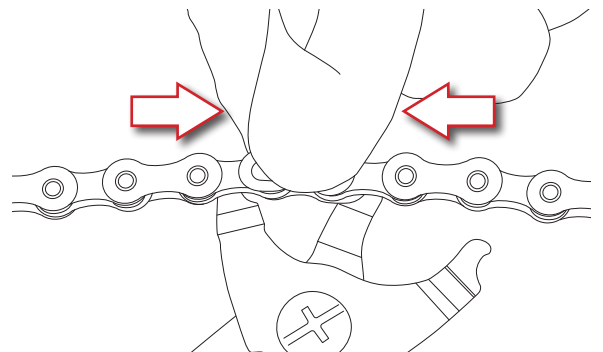

Fig.13
- Comprimez le C-Link™ en poussant des deux côtés (interne et externe) et actionnez simultanément la pince pour rapprocher les deux axes (Fig. 13).